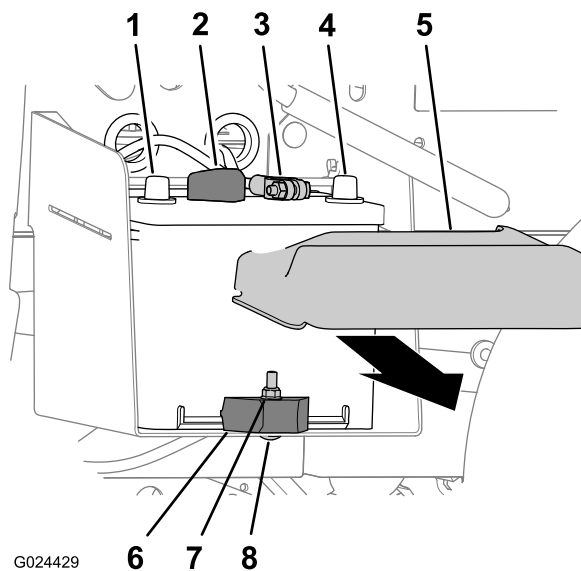

Bild 46
1. Drücken Sie die Seiten der Batterieabdeckung zusammen und nehmen Sie die Abdeckung von der Batterieoberseite ab (Bild 46).
2. Trennen Sie das Minuskabel der Batterie vom Batteriepol ab (Bild 46).
3. Trennen Sie das Pluskabel der Batterie vom Batteriepol ab (Bild 46).
denen die Batterie am Batteriefach befestigt ist (Bild 46).
3. Nehmen Sie die Batterie aus dem Batteriefach (Bild 46).
1. Fluchten Sie die Batterie mit dem Batteriefach der Maschine aus (Bild 46).
Hinweis: Stellen Sie sicher, dass die Plus- und Minuspole der Batterie so ausgefluchtet sind, wie in Bild 46 abgebildet.
2. Befestigen Sie die Batterie mit der Batterieklemme, der Schlossschraube und Sicherungsmutter am Batteriefach (Bild 46).
1. Schließen Sie das Pluskabel am Batteriepol an (Bild 46).
2. Schließen Sie das Minuskabel am Batteriepol an (Bild 46).
3. Setzen Sie die Batterieabdeckung oben an der Batterie auf (Bild 46).